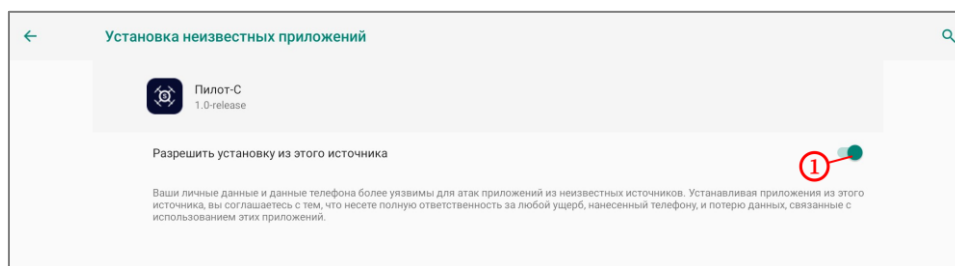

Рисунок 124 – Выдача разрешений на установку из источника
- во время установки потребуется дать разрешение на установку из этого источника (рисунок 124, шаг 1);